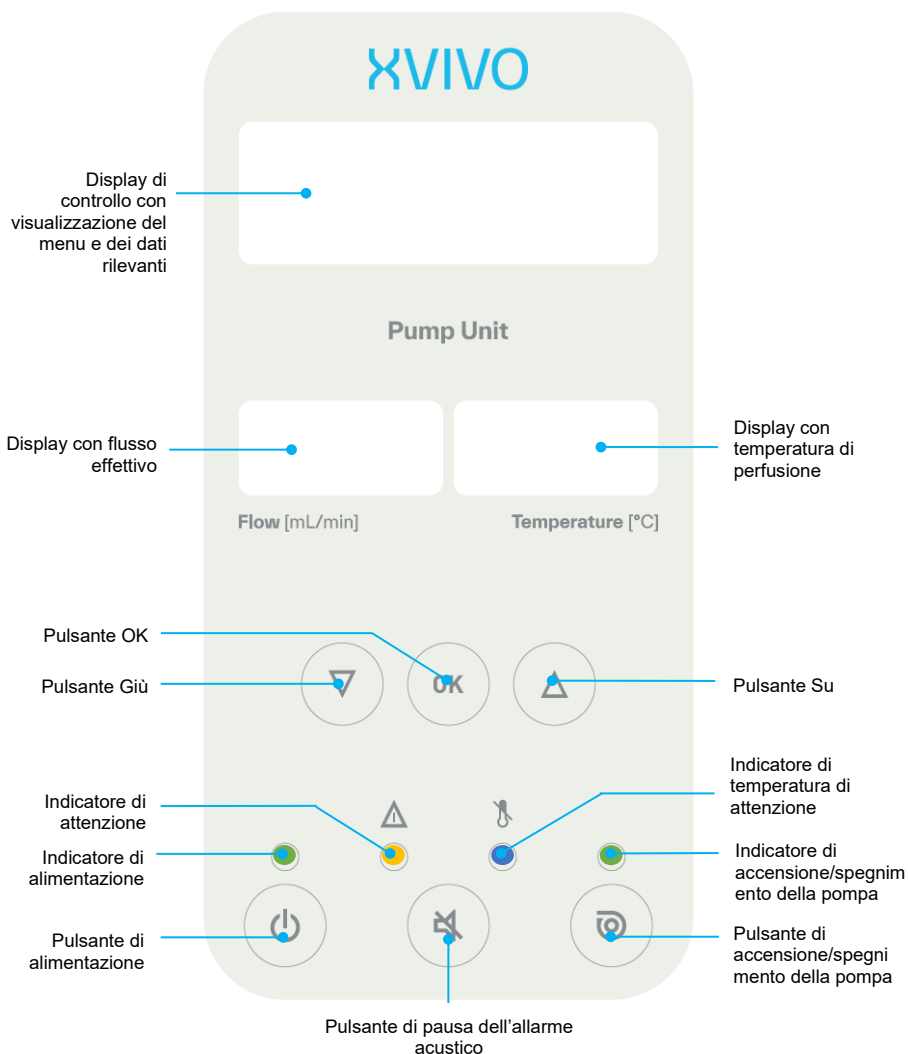

Figura 3 Pannello di controllo dell'Unità pompa
- Collegare la testa della pompa all'innesto magnetico situato sul lato esterno dell'Unità pompa del Kidney Assist (Figura 3, voce 13).